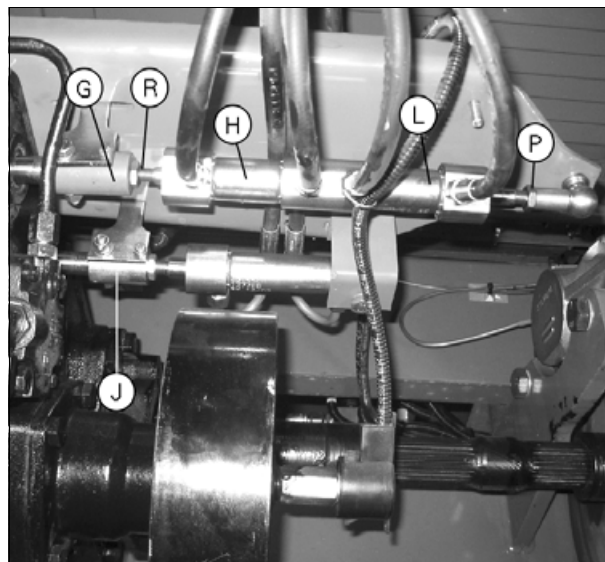

Рис. 10.
4. Отрегулируйте датчик относительно магнитов (5) с помощью винтов (Т).
5. Отрегулируйте магниты по отношению к датчику (4) с помощью винта (U).
6. Настройка должна выполняться только когда коробка передач переведена в нейтральное положение, т.е. вал переключения передач (J) рис. 10 должен находиться в крайнем положении, а вал переключения передач (G) рис. 10 — в центральном положении.